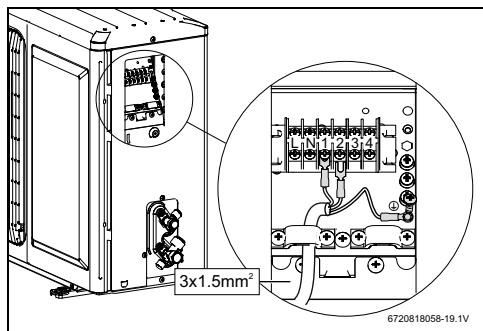

Fig. 33 Raccordement du câble de connexion à l'unité extérieure
- Raccorder le conducteur externe et le conducteur neutre du câble de connexion entre l'unité extérieure et le chauffage d'appoint électrique du ballon aux bornes 1 et 2 dans le boîtier de raccordement de l'unité extérieure. Le conducteur de protection du câble doit être raccordé à une borne caractérisée par le symbole ($\perp$) et être plus long que le conducteur externe et le conducteur neutre pour ne jamais être séparé des deux autres conducteurs en cas de traction du câble (fig. 33).